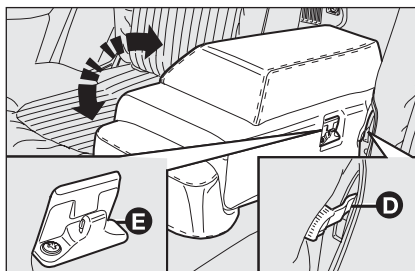

fig. 42
- ☐ agire sulla leva **D-fig. 42** (una per lato)
Per riposizionare il mobiletto centrale in posizione verticale, agire nuovamente sulla leva **D-fig. 42** (una per lato) e riallinearlo agli schienali posteriori laterali fino ad avvertire l'aggancio di sicurezza dell'apposito ganccio di fissaggio **E**.